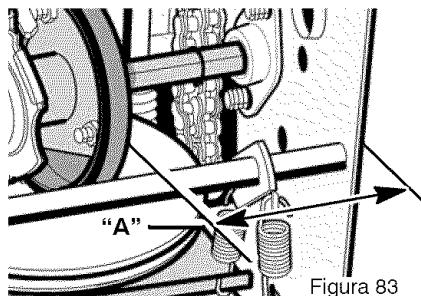

Figura 83
7. Fíjese en la posición de la **rueda de fricción** (consulte la Figura 83). La distancia correcta "A" desde el lado derecho de la **rueda de fricción** hasta la parte exterior de la caja del motor es la siguiente:
3. Mueva la **rueda de fricción** a la posición correcta (Figura 83).